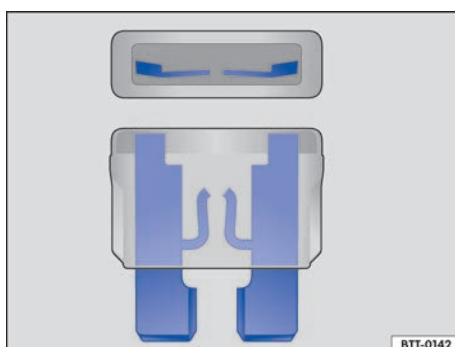

Fig. 254 Fusible fundido.
- Un fusible fundido se reconoce por la tira de metal fundida → fig. 254.